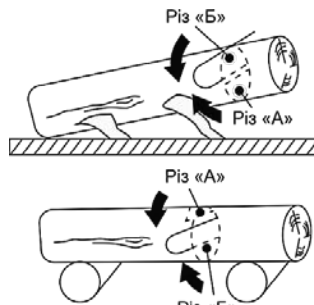

Рисунок 6
4.2.1 Розпилювання колоди за допомогою опор (дивіться рисунок 6)